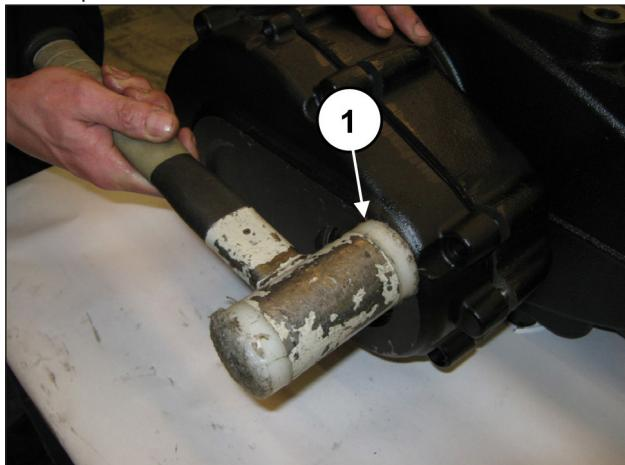
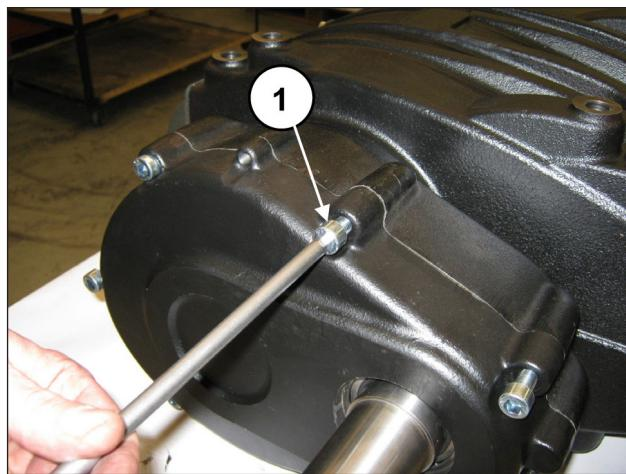

Fig. 87
Fig. 88
Montar la tapa del reduedor con la herramienta de percusión (pos. ①, Fig. 87) y fijarla con los 7 tornillos M10x40 (pos. ①, Fig. 88).